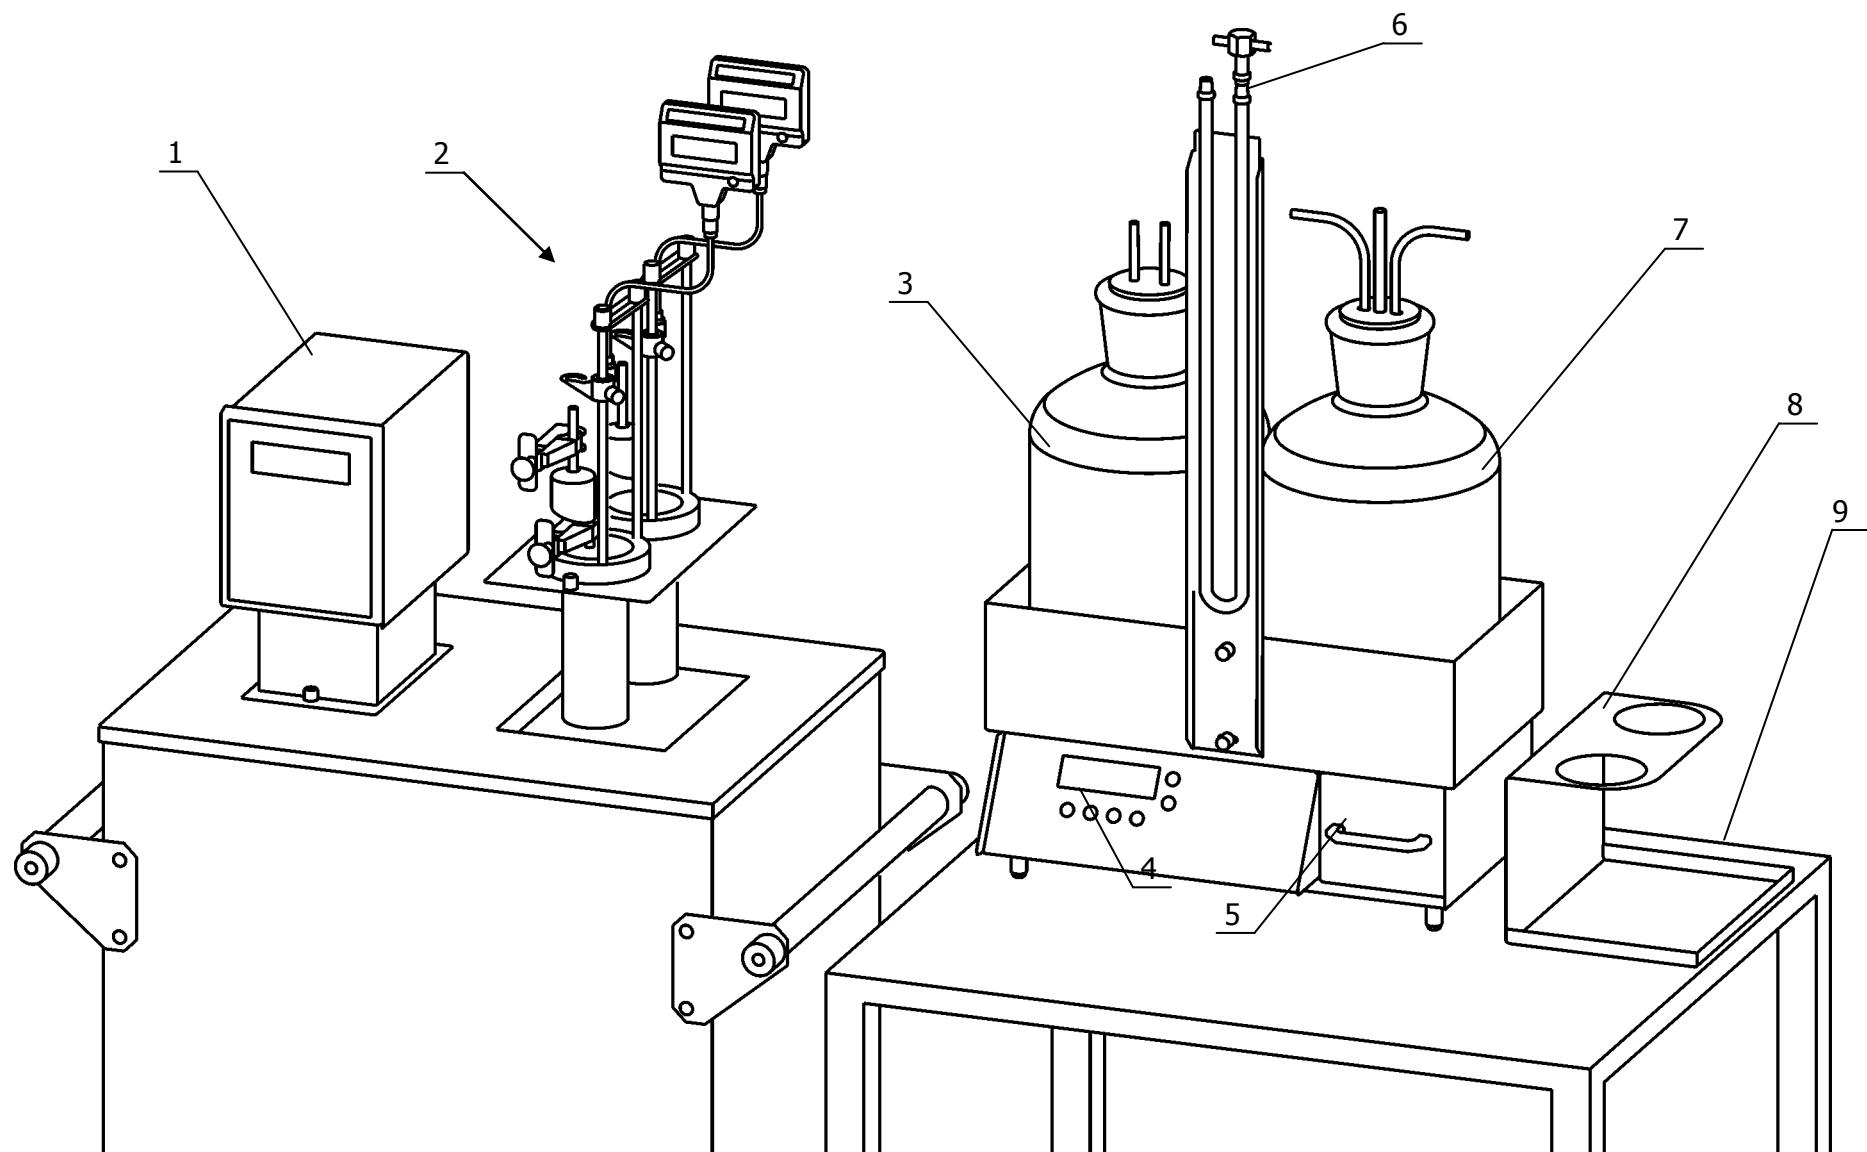
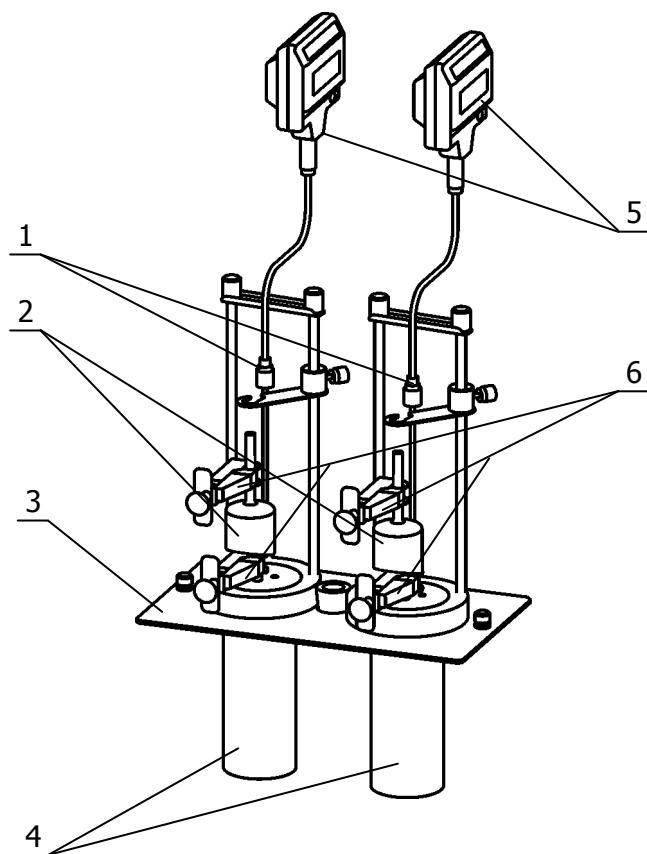

Рисунок 1 — Внешний вид установки
Рисунок 2 — Измерительные ячейки в сборе
1.5.1 Установка (рисунок 1) состоит из двух измерительных ячеек 2, размещенных в термостате 1 и измерительного блока 4, расположенного на столе 9. На измерительный блок установлены мановакуумметр 6, регулятор вакуума 7 — емкость объемом 5 литров и буферная емкость 3. Мановакуумметр, регулятор вакуума и буферная емкость являются частью вакуумной системы и соединены соответствующим образом при помощи гибких трубок (на рисунке не показаны). Подставка 8 предназначена для сборки измерительных ячеек при их подготовке к работе.
1.5.3 На рисунке 3 показано устройство измерительной ячейки. Она состоит из латунного кожуха 6, на дне которого расположено изоляционное кольцо 11. На изоляционное кольцо установлен стеклянный измерительный сосуд 8. На верхнюю и нижнюю части сосуда надеты кольцевые прокладки 10, предназначенные для предотвращения касания сосуда стенок кожуха. Сосуд закрыт пробкой 4. Кожух устанавливается в поддерживавшее кольцо 5, предназначенное для удержания всей измерительной ячейки в крышке термостата 3 (см. рисунок 2) или в подставке 8 (см. рисунок 1). На дне измерительного сосуда расположен фильтр 9, соединенный с пипеткой. В поддерживавшем кольце установлен штатив 1, предназначенный для перемещения всей измерительной ячейки. На штативе расположен зажим 7, предназначенный для исключения перелома трубки 2, надетой на пипетку 3.
2.2.2 Расположить стол (см. рисунок 1) в удобном месте рядом с термостатом, установить на нем измерительный блок.